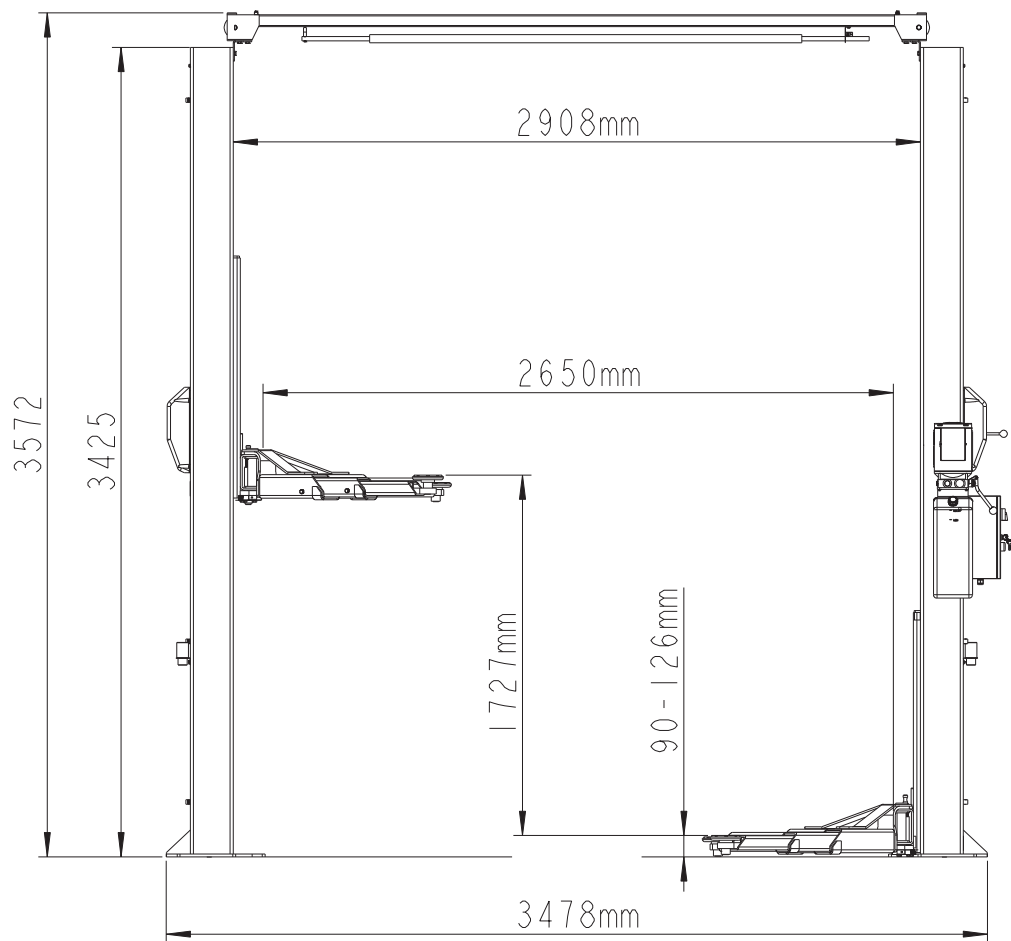
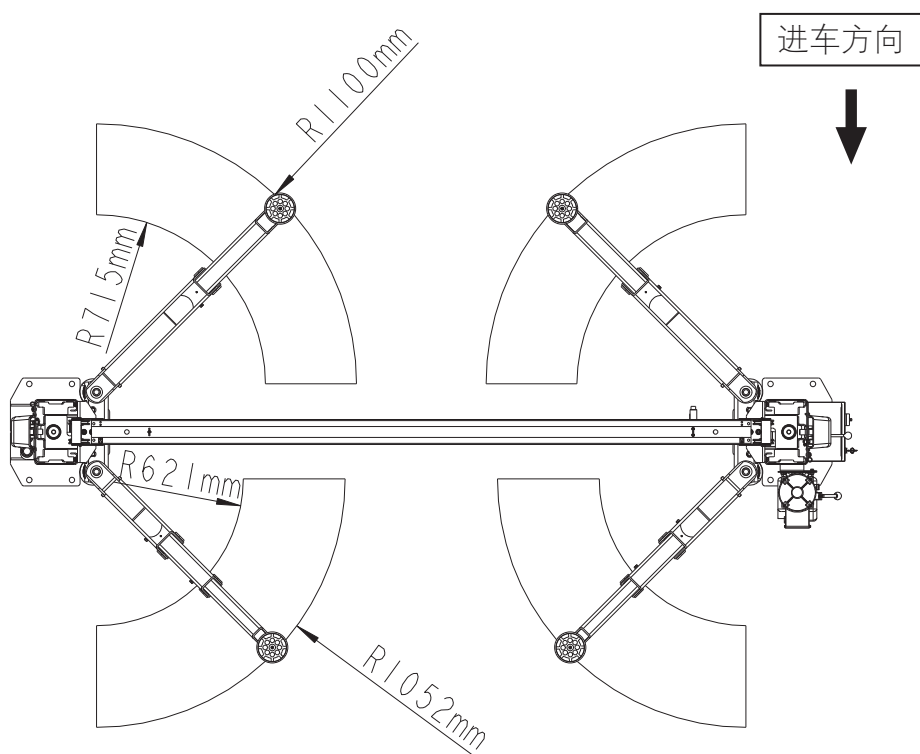

Fig. 1a
Fig. 1b
1. 举升机放置： 可以参考平面图放置举升机。Fig. 1a & Fig. 1b 显示标准的安装尺寸。
4. 架起升降机：按照 Fig.1a & Fig. 1b 的尺寸将立柱安装到工作区。将有液压站支架的立柱放在车辆进入时的乘客一侧。两个立柱底必须按升降机中心线对齐。使用底板前部的小槽定位升降机中心线。使用合适的设备将滑台上升并挂到第一档锁。确保锁安全地挂入。